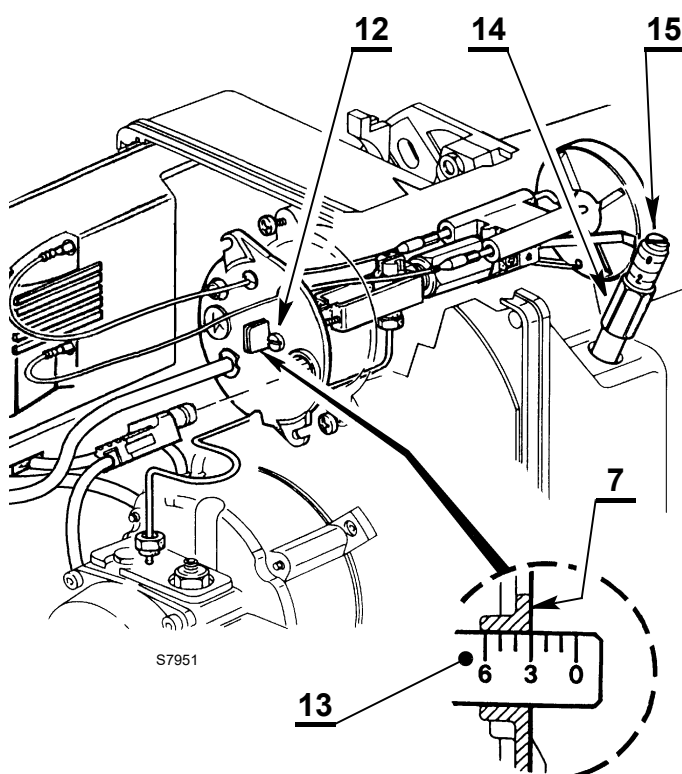

Fig. 9
- Girar en sentido horario o antihorario el tornillo de regulación 12) (Fig. 9) hasta que la muesca de la brida de regulación 13) (Fig. 9) coincida con el plano exterior del conjunto porta-boquilla 7) (Fig. 9).
- Aflojar la tuerca 14) (Fig. 9) y calibrar el registro de aire con el tornillo 15) (Fig. 9).